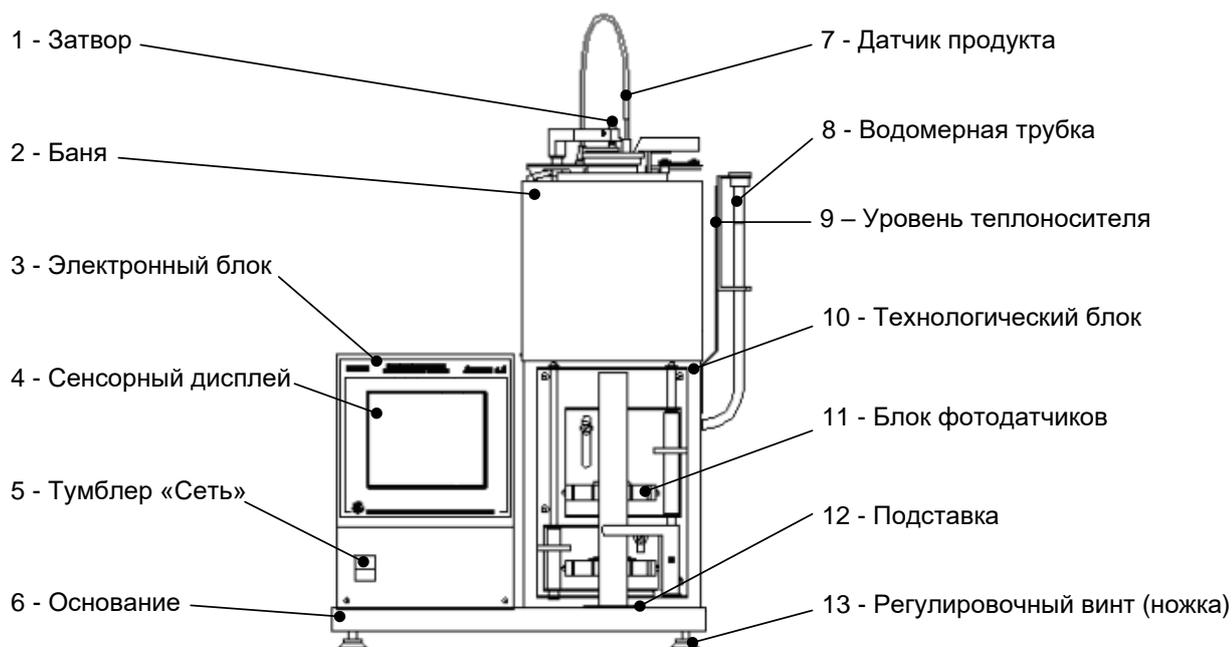
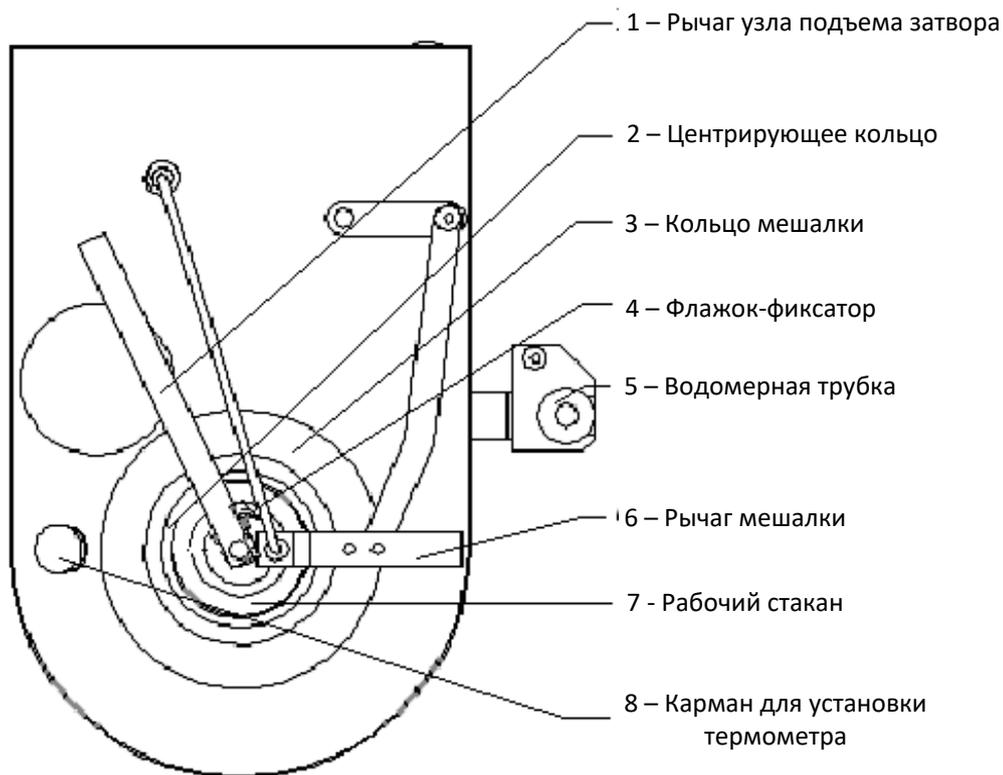
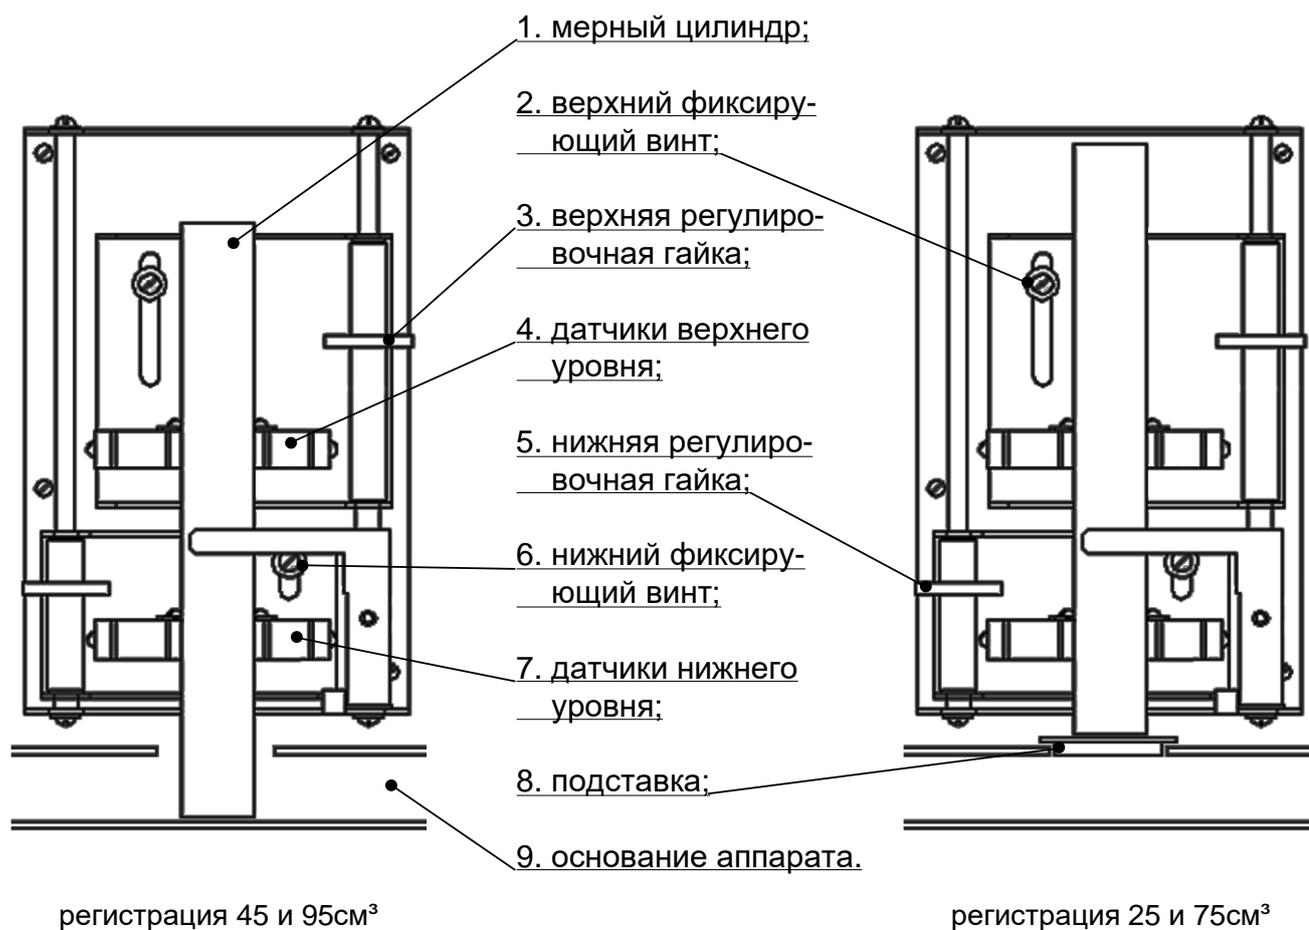
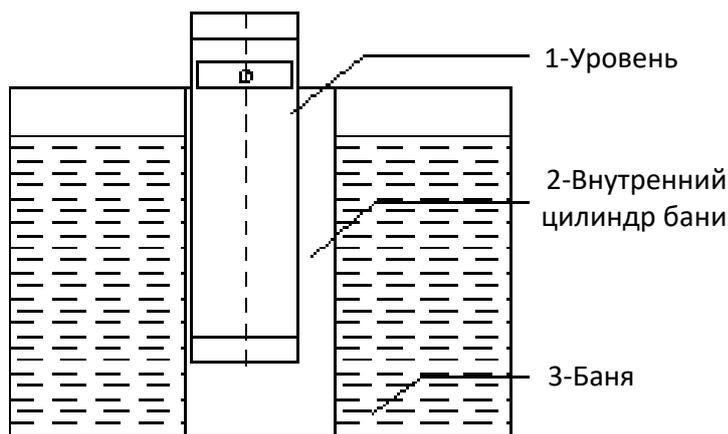

Рисунок 2 – Общий вид аппарата
Рисунок 3 – Технологический блок (вид сверху)
Рисунок 5 – Блок фотодатчиков
Рисунок 9 - Контроль вертикальности
2.3.2.7 Управление аппаратом осуществляется посредством сенсорного дисплея (см. рисунок 2, страница 5). В технологическом блоке аппарата (см. рисунок 3, страница 5) размещены баня с рабочим стаканом для заливки продукта и блок фотодатчиков (см. рисунок 5). Затвор поднимается автоматически при достижении температуры испытания продукта в рабочем стакане либо по команде оператора. Перемешивание и измерение температуры продукта в рабочем стакане осуществляется датчиком продукта, установленным в мешалке продукта. Карман для установки термометра служит для установки образцового термометра. Контроль уровня теплоносителя (вода/глицерин) осуществляется через водомерную трубку. Баня имеет теплоизоляцию и закрыта кожухом. Регулировочные винты необходимы для настройки вертикального положения рабочего стакана.
2.3.2.8 Блок фотодатчиков (см. рисунок 5, страница 6) служит для регистрации двух уровней продукта в мерном цилиндре: 25 и 75 см³ или 45 и 95 см³ в зависимости от варианта установки мерного цилиндра. Время истечения пробы измеряется при наполнении мерного цилиндра от нижнего уровня до верхнего.
2.3.2.10 На лицевой панели электронного блока расположен сенсорный дисплей (см. рисунок 2, страница 5), служащий для отображения информации и управления аппаратом.
- 3.3.1 Подключить аппарат к сети и включить тумблером «Сеть» (см. рисунок 2, страница 5, поз.5) – в течение трёх секунд на дисплее отобразится стартовое окно, показанное на рисунке 6.
- 9) при эксплуатации аппарата необходимо следить за уровнем теплоносителя в бане по риске (уровня теплоносителя) рядом с водомерной трубкой (см. рисунок 2, страница 4).
4.4.1.2 При помощи регулировочных винтов (см. рисунок 2, страница 4) настроить вертикальное положение рабочего стакана. Вертикальность контролировать при помощи уровня, приложенного к поверхности внутреннего цилиндра бани не менее чем в двух плоскостях (см. рисунок 9, страница 10).
4.4.1.3 Установить рычаг узла подъема затвора в рабочее положение (см. рисунок 3, страница 5).
4.4.1.4 Протереть салфеткой окошки блока фотодатчиков (см. рисунок 5, страница 6).
4.4.1.6 Вставить в основание аппарата подставку (см. рисунок 2, страница 4).
4.4.5.1 Установить мерный цилиндр в держатель (см. рисунок 5, страница 6). Цилиндр должен быть сухим и чистым.